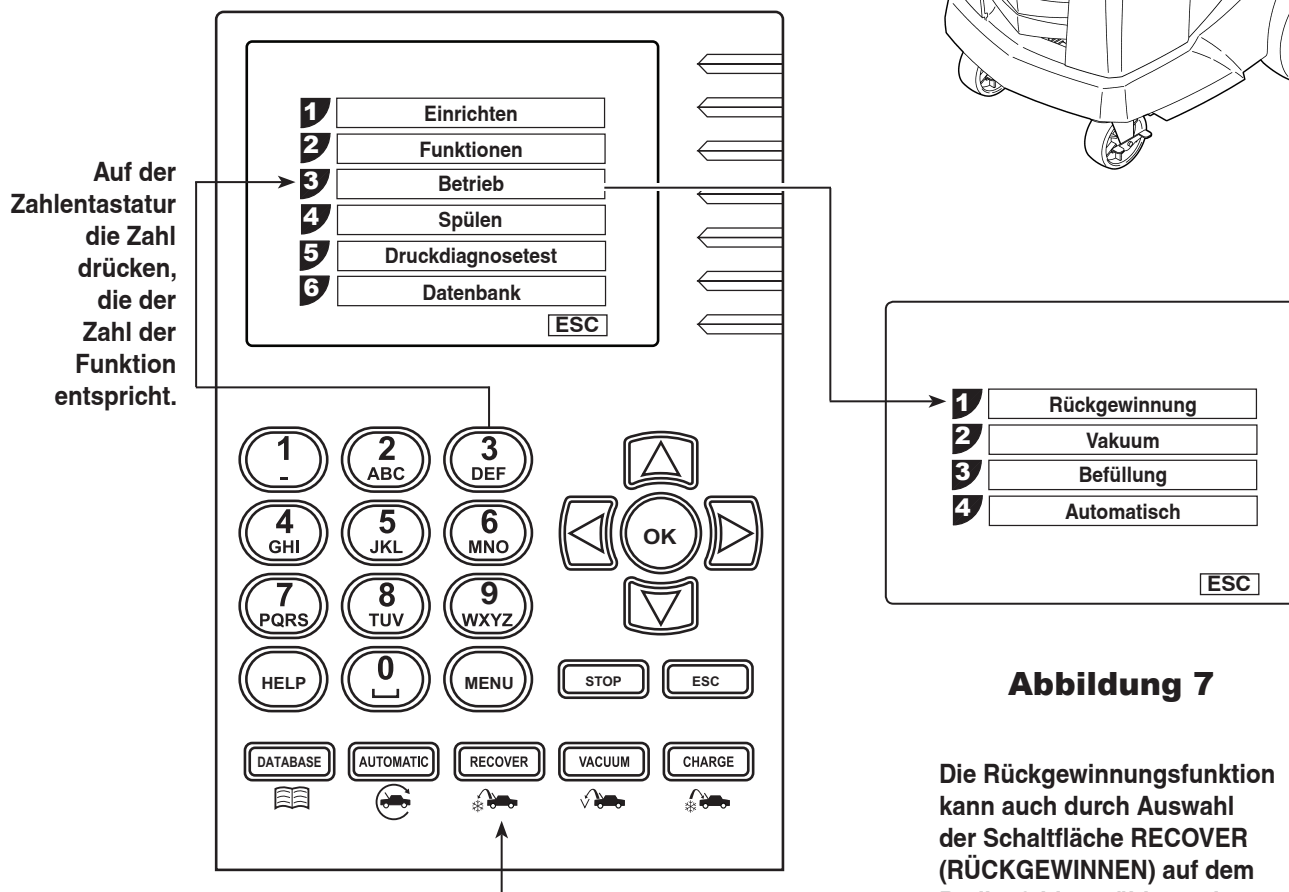

Abbildung 7
4. Die Funktion **RÜCKGEWINNUNG** durch Drücken der Taste „Recover (Rückgewinnen)“ auf dem Bedienfeld auswählen, oder durch Auswahl der Option „Rückgewinnung“ im Menü „Betrieb“ (siehe Abbildung 7).